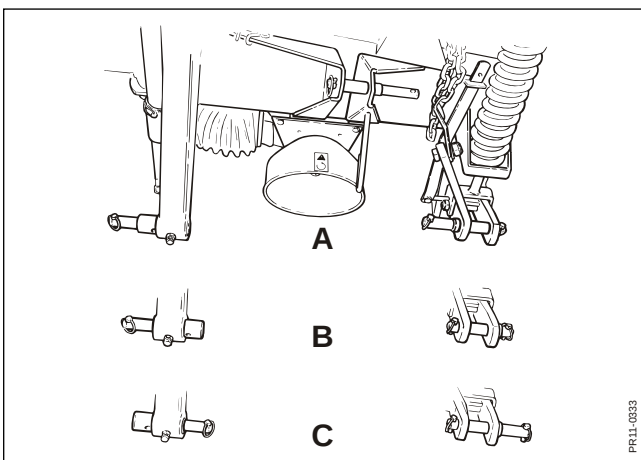

Fig. 2-9
- Fig. 2-9 Sie können zwischen 3 verschiedenen Einstellungen (**A**, **B** und **C**) der Zapfen auf dem Toprahmen wählen, entsprechend den folgenden Spurweiten:
Die Position der Zapfen einstellen, indem der feste Zapfen gelöst und eingestellt wird, der lose Zapfen ist laut fig. 2-9 anzupassen.